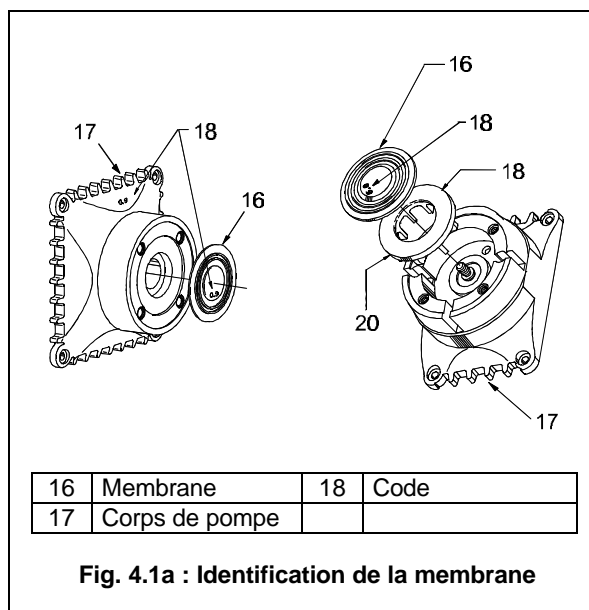

Fig. 4.1a : Identification de la membrane
4. Démonter le doseur. Dévisser la membrane. Nettoyer le logement de la membrane et la plaque d'appui. Vérifier la taille de la membrane de remplacement, le code (0,5 - 0,9 - 1,8 - 3,0- 6,0) figure sur la membrane et sur la plaque d'appui ou le corps de pompe (voir figure 4.1a).